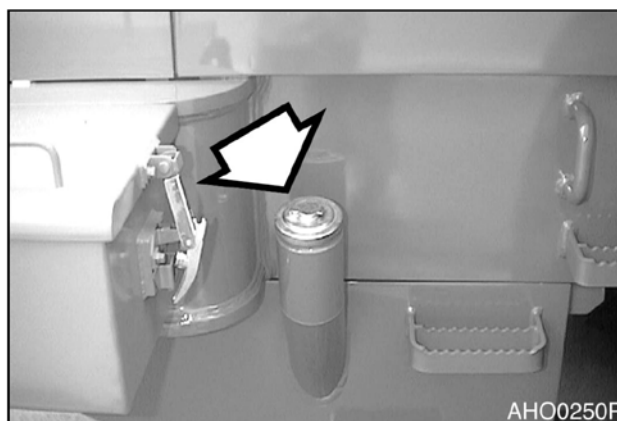

Рис. 13
1. В конце каждого рабочего дня следует заполнять топливный бак. Добавить топливо через трубку для заливки топлива (рис. 13). Если работа выполняется при температуре 0°C или выше, применять ASTM № 2-D или аналог. При температуре ниже 0°C (32°F) использовать стандарт ASTM № 1-D или его аналог.